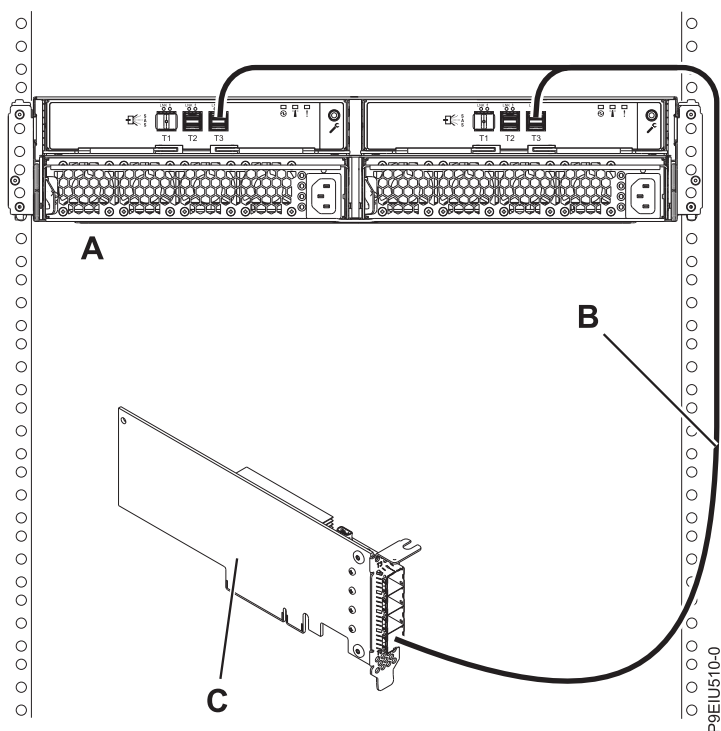

Рисунок 13. Подключение Блок памяти ESLL или ESLS к одному адаптеру SAS FC EJ0J, FC EJ0K или FC EJ0M в режиме 1 с помощью кабеля YO12
13. Подключите один корпус (A) с помощью кабеля YO12 (B) к одному адаптеру SAS FC EJ0J, FC EJ0K или FC EJ0M (C) в режиме 1 (см. рис. 13) и перейдите к шагу “Подключение кабелей данных, кабелей питания и установка крышек” на стр. 24.